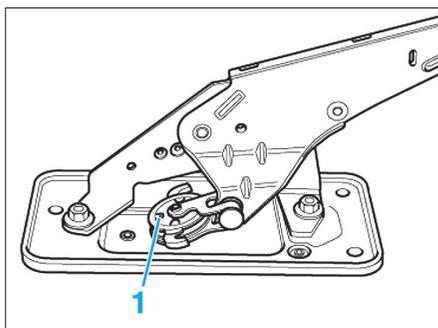

Fig. 10
- Appuyer sur le cran de déverrouillage (1) (les deux crochets doivent être en prise avec les illets des câbles de frein à main) (Fig.10).